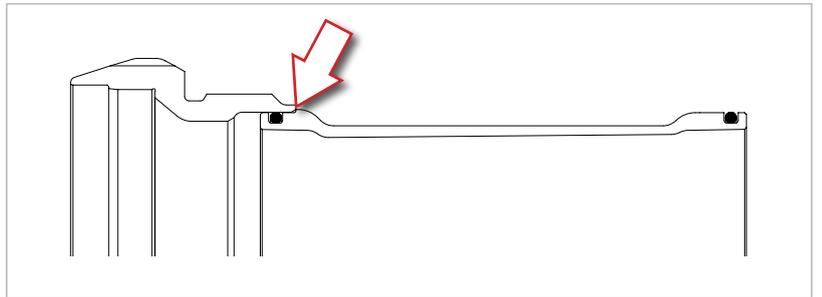

Fig.2
• Asegúrese de que la cazoleta esté tocando con el perfil del cilindro (Fig.2).